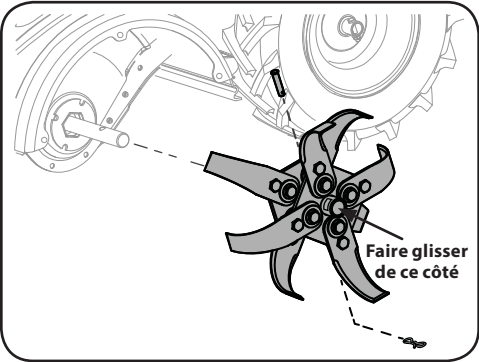

Figure 5-7
- 1. Enlevez la goupille fendue de l'axe de chape et l'axe de chape de l'arbre d'entraînement de la transmission. Faites glisser les dents de l'arbre d'entraînement. Voir Figure 5-7.